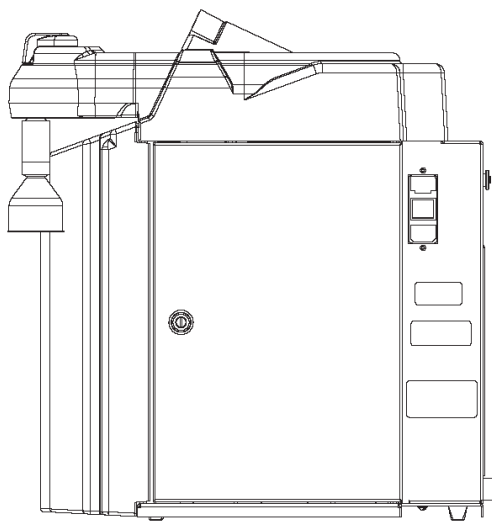

図15：電気接続－右側面
1. 電源接続口は背面から見て左側上部にあります。(図15参照)